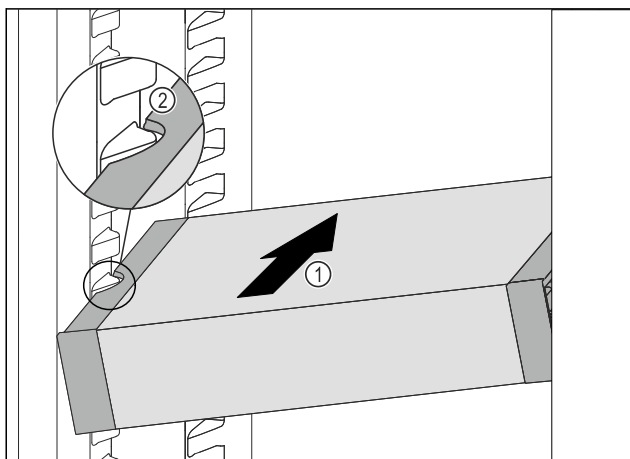

Fig. 122
- ▶ VarioSafe wsunąć ukośnie do chłodziarki Fig. 122 (1), aż boczne wycięcia Fig. 122 (2) VarioSafe będą się znajdować na wysokości żeber pojemnika w chłodziarce.